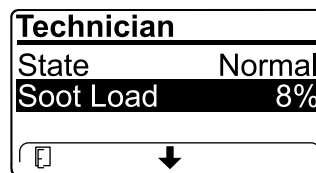

Рисунок 73
- Посмотрите объем сажи, измеряемый в виде процентов в DPF (Рисунок 73); см. таблицу объема сажи.